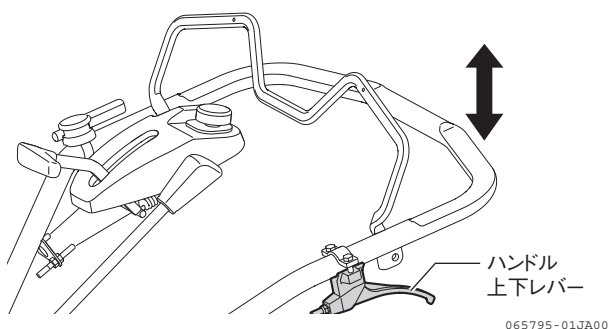

図 3-1 ハンドル上下レバー
1. ハンドル上下レバーを握ったままハンドルを上下に動かし、適切な位置にします。(図 3-1)